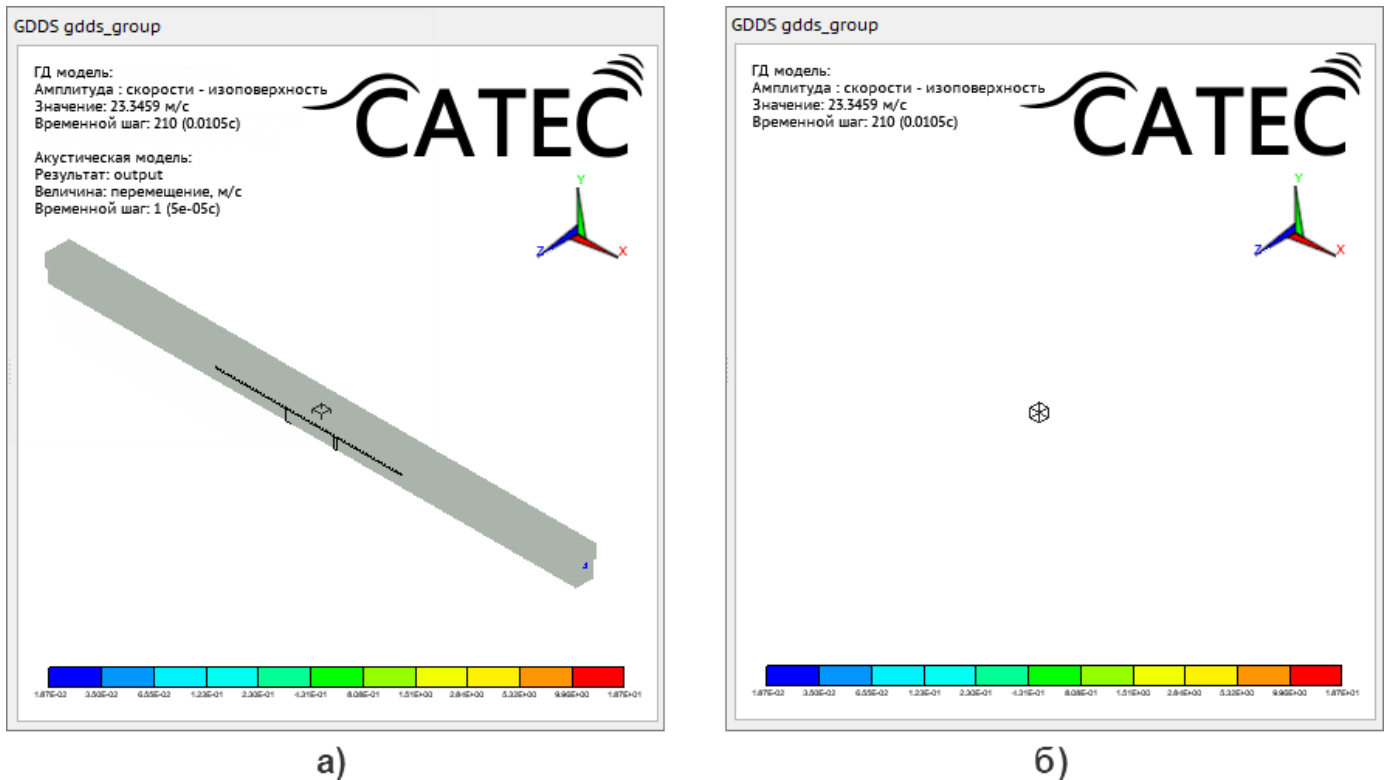

Рисунок 457 – Карточка «ГДДС». Вкладка «Гидродинамика».
– флажок «Отображать акустическую модель» – управляет видимостью акустической модели и сведений о ней в окне сцены (Рисунок 457);